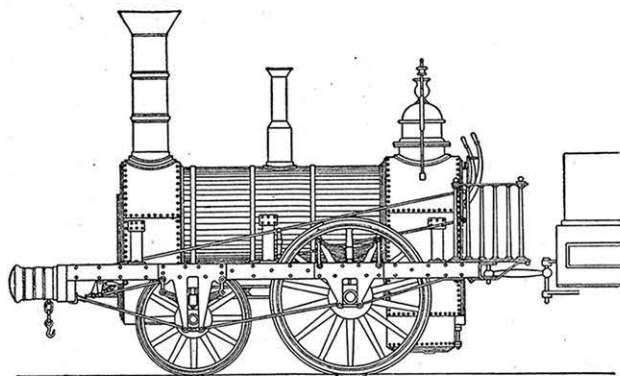

Abb. 7. Personenzuglokomotive der Planetklasse (erbaut von Fenton und Murray, 1834)
3. Das in Abb. 7 gezeigte S-Bahn-Signal ist in dieser Form nicht verwendbar. Es müßte, da es sich um die Nachbildung eines Relais-Signals handelt, mit Blenden versehen sein. Dagegen ist das in gleicher Art ausgeführte Lichtsignal mit 6 Lampen verwendbar.